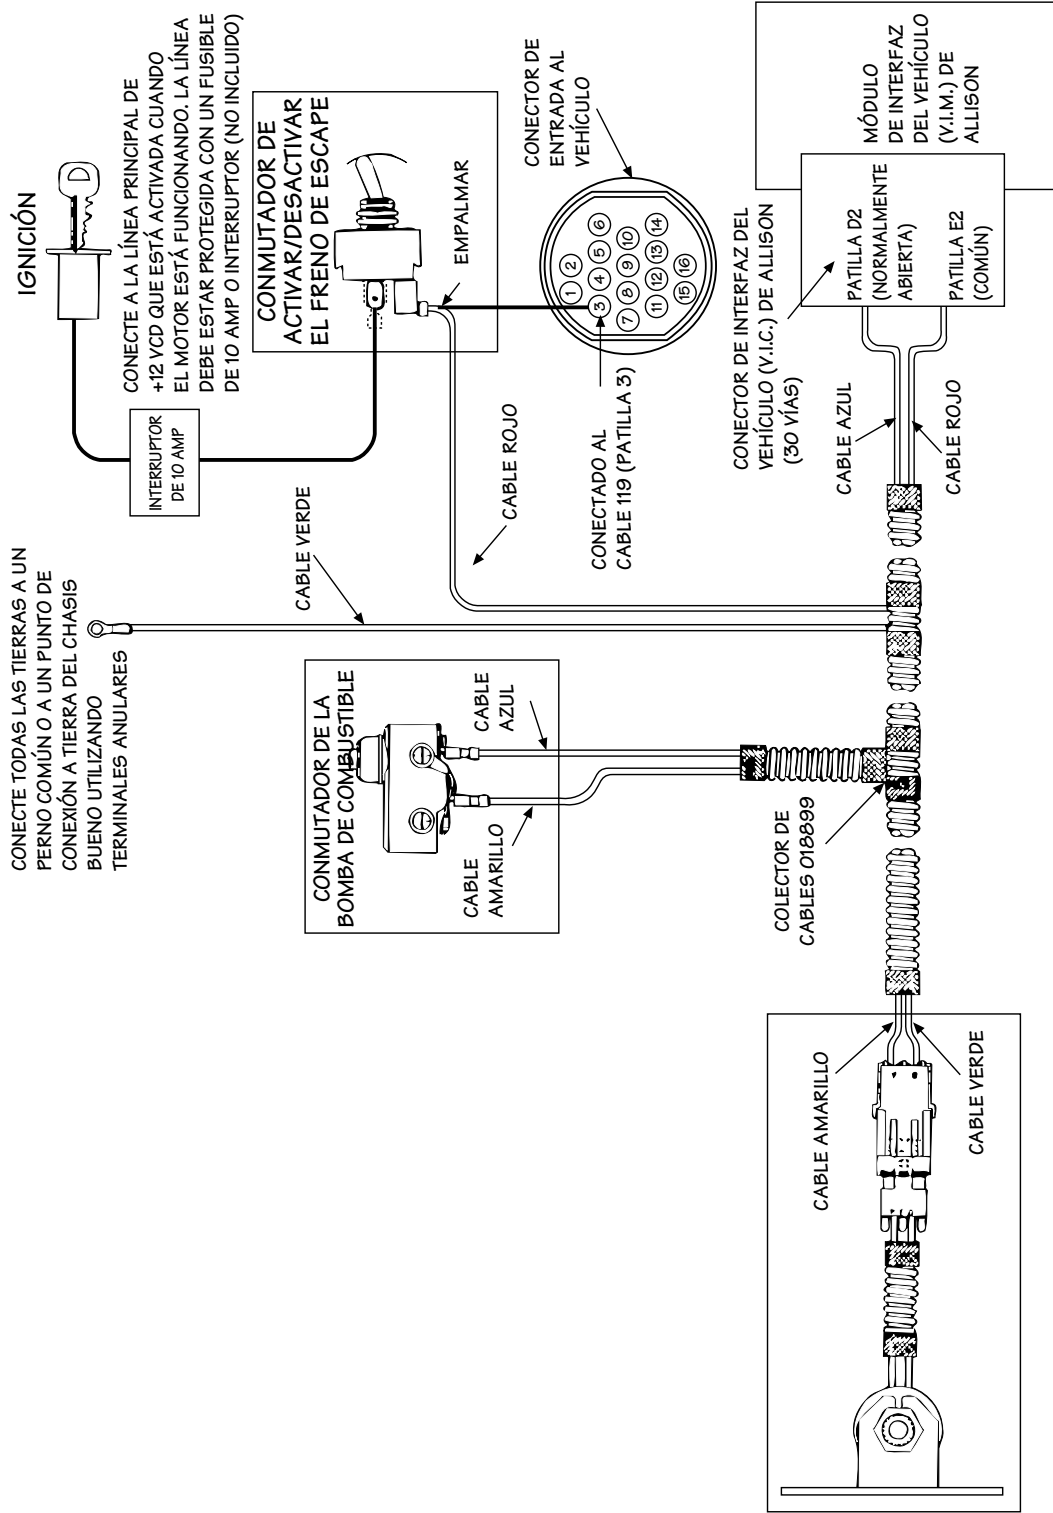

FIG. 1
3. Localice el cable 119 (Patilla 3) en el Conector de Entrada del Vehículo. Empalme el tramo necesario del cable de calibre 16 al terminal de salida del conmutador de Activar/Desactivar el freno de escape. Conecte el otro extremo de ese cable al cable marcado 119 en el Conector de Entrada del Vehículo. El método preferido para la conexión del Cable 119 es la utilización de un conector de entrada de acoplamiento. Esto podría lograrse utilizando un conector completamente alambrado (P/N 29501001 de Allison), o la armazón de un conector (P/N 23016490 de Allison) y el terminal (P/N 23015205 de Allison), (observe la Fig. 1 en la página 2). Si las conexiones se hacen empalmando, todas las conexiones deberán ser soldadas y selladas con tubos termocontraíbles.